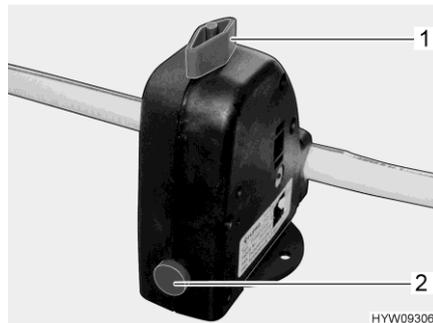

Fig. 138 Valvola di sicurezza/di scarico (Truma)
- Chiudere la valvola di sicurezza/di scarico (Truma). A tal fine ruotare la manopola (Fig. 138,1) verticalmente rispetto alla valvola di sicurezza/di scarico e premere verso l'interno il bottone automatico (Fig. 138,3).